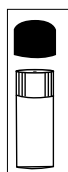

Figura 3A
2. Togliere il tappo di vinile dalla fiala scoprendo il forellino, come nella figura 3A. **NON SVITARE IL TAPPO NERO DALLA FIALA.**